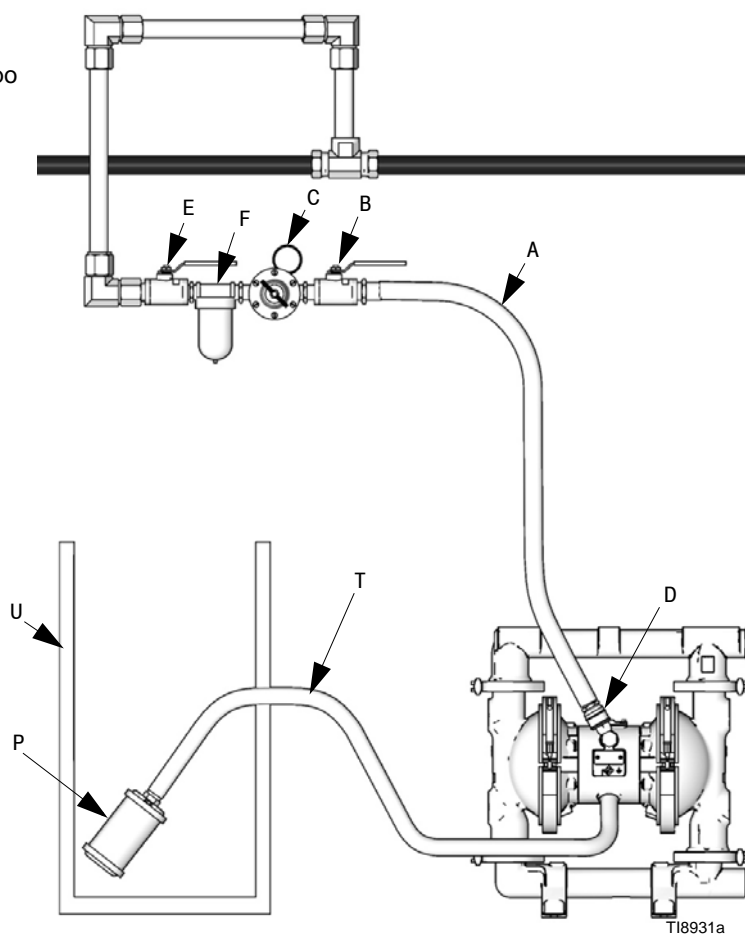

FIG. 4 Sfiato dell'aria di scarico
La rottura della membrana causerà l'emissione del fluido nell'aria. Posizionare un contenitore appropriato all'uscita della linea di scarico aria per raccogliere il fluido. Fare riferimento alla FIG. 4.
1. Rimuovere il silenziatore (P) dalla porta di scarico dell'aria della pompa.
2. Installare una condotta di scarico dell'aria (T) collegata a terra e collegare il silenziatore (P) all'altra estremità del flessibile. Le dimensioni minime della condotta di scarico dell'aria sono di 3/4 poll. (19 mm). Se è necessario un flessibile più lungo di 15 piedi (4,57 m), usarne uno di diametro più largo. Evitare gomiti stretti o attorcigliamenti del flessibile.
3. Posizionare un contenitore appropriato (U) all'uscita della linea di scarico dell'aria per raccogliere il fluido in caso di rottura della membrana. Fare riferimento alla FIG. 4.